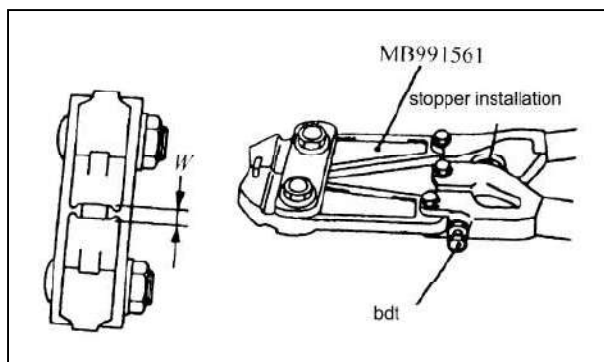

Fig 17-45
13) BELLOWS BAND INSTALLATION (See fig 17-45)